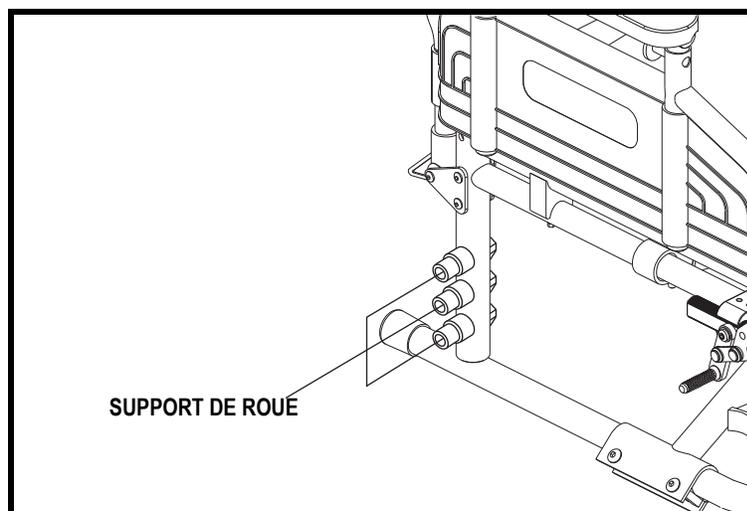

Figure 12. Réglage position des roues
2. Repositionnez la roue motrice vers le haut ou le bas selon la position désirée. Voir la figure 12.